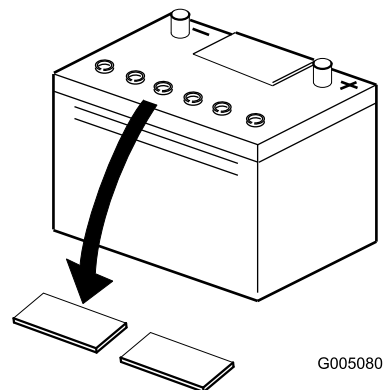

図 6
2. バッテリーの上部をきれいに拭い、キャップを取り外す (図 6)。